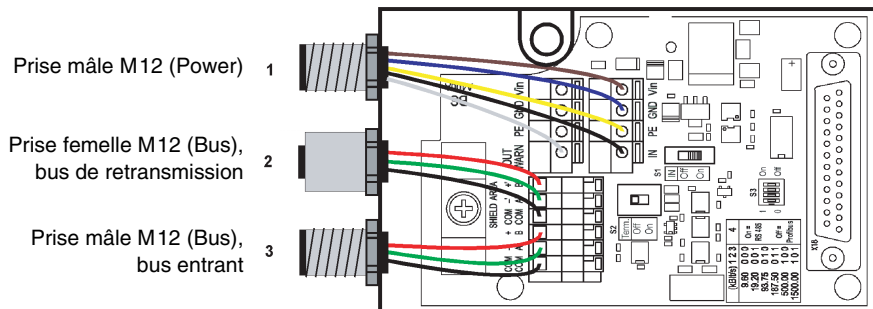

Figure 5.2 : Montage et raccordement des connecteurs M12 en option
5. Raccorder les fils conformément à la figure 5.2 et au Tableau 5.1.